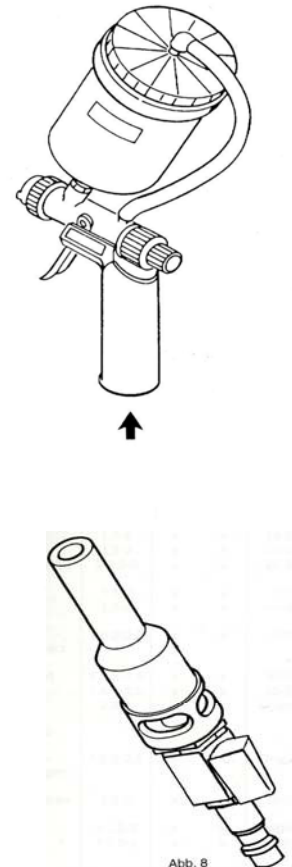

Abb. 3
- Die Einstellung des Farbstrahles: Breitstrahl oder Rundstrahl, siehe Abb. 3, erfolgt nach Lösen der Überwurfmutter (ABB. 9, Nr. 321), durch Drehen des Luftkopfes (Abb. 9, 320) in die gewünschte Stellung.